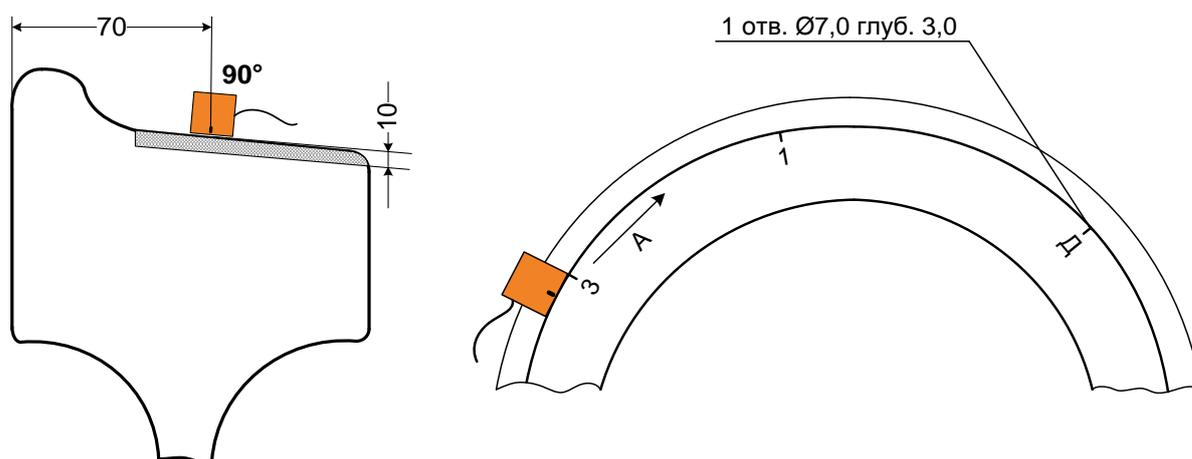

Рис.7.6.1. Схема установки преобразователя П121-0,4-90°-20x16-ЖД на ОСО 32-004-97 при проверке чувствительности по варианту DR4.
- установить ПЭП на поверхность катания на метке «3» в ОСО 32-004-97, см. Рис. 7.6.1. Найти максимум эхосигнала от отверстия $\varnothing 7$ мм глубиной 3 мм;
- найти максимум эхосигнала от отверстия $\varnothing 7\text{мм}$ в НО 1.11.002-К как указано в П7.6.3., Рис.7.6.1;